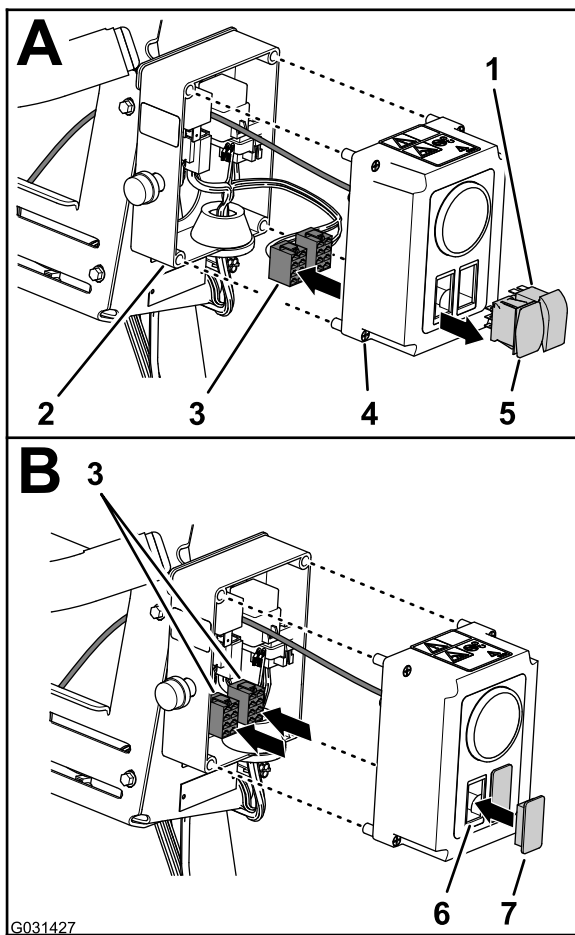
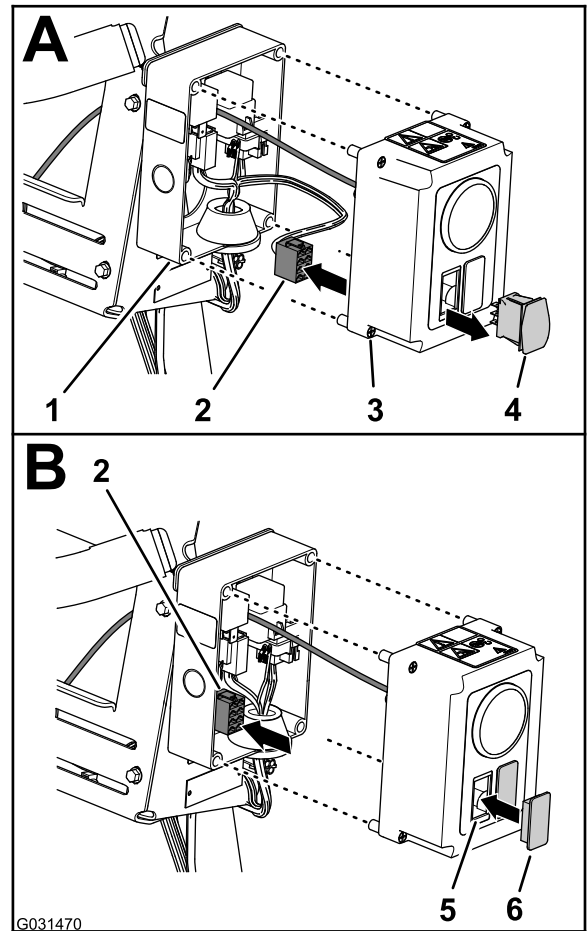

Bild 15
Bild 16
1. Lösen Sie am Schaltkasten für die elektrische Schlauchtrommel die vier Abdeckungsschrauben, mit denen die Abdeckung am Schaltkasten befestigt ist, und ziehen Sie die Abdeckung vorsichtig heraus (**Bild 15**).
- A. Ziehen Sie die zwei Anschlüsse (8-Buchsen-Stecker) für den Kabelbaum des Schaltkastens vom Drucksteuerungs- und Ein/Aus-Schalter ab (**Bild 15**).
- B. Verlegen Sie die zwei 8-Buchsen-Stecker im Innern des Schaltkastens (**Bild 15**).
- C. Drücken Sie die Verriegelungsnasen der zwei Schalter zusammen und drücken Sie die Schalter aus der Abdeckung des Schaltkastens heraus (**Bild 15**).
- A. Ziehen Sie die 8-Buchsen-Stecker für den Schaltkastenkabelbaum vom Drucksteuerungsschalter ab (**Bild 16**).
- B. Verlegen Sie den 8-Buchsen-Stecker im Innern des Schaltkastens (**Bild 16**).
- C. Drücken Sie die Verriegelungsnasen des Schalters zusammen und drücken Sie den Schalter aus der Abdeckung des Schaltkastens heraus (**Bild 16**).
- aus, von denen Sie die Schalter entfernt haben (**Bild 15** und **Bild 16**).
- Setzen Sie die Schalterblenden in die Abdeckung ein, bis die Blenden richtig in der Abdeckung einrasten (**Bild 15** und **Bild 16**).
- Fluchten Sie die Abdeckung des Schaltkastens aus und befestigen sie mit den vier Abdeckungsschrauben am Kasten (**Bild 15**).